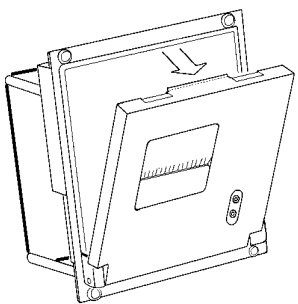

图2-4 打开打印机的前盖板
- (1) 打开打印机的前盖板，如图2-4所示。
- (2) 从打印机上取下纸卷轴。如打印机上已有纸卷，可跳过这一步到第4步。
- (3) 将新纸卷套在纸卷轴上，然后将纸卷按入打印机的导槽内。